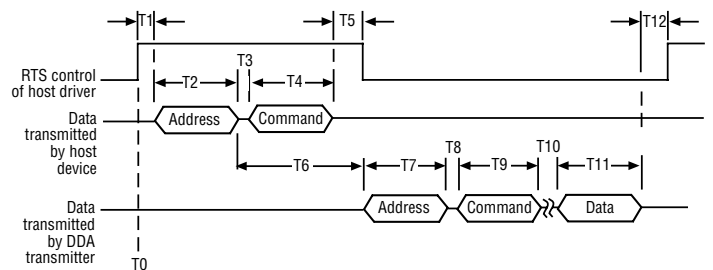

図 4 : ネットワークプロトコルタイミング情報
ネットワークプロトコルのタイミングシーケンス (問い合わせシーケンス) を (図 4) に示します。このデータ送信シーケンスのタイムライン表示は、RS-485 通信カードのホストコンピュータ制御に関する情報を提供し、RTS 制御ラインを介したドライバインペブル制御も示しています。
1. シーケンスは、ホストの RS-485 ドライバでアドレス / コマンドバイトを送信できるようにすると開始されます (図 4 のタイムライン「T0」を参照)。
ホストコンピュータデバイスで利用可能な多くの通信カード (ラインドライバ) では、RS-485 ドライバの有効化と無効化を制御するために特殊な制御ライン入力を使用します。通常、この入力はコンピュータの RTS または DTR 通信ポート制御ラインに接続されています。コンピュータは、ソフトウェア制御を介して RTS または DTR 信号ラインを切り替えることによって、ドライバの状態を制御することができます。この制御方法の例を図 4 に示します。機器の製造元によっては、その他の制御方法も使用されます。